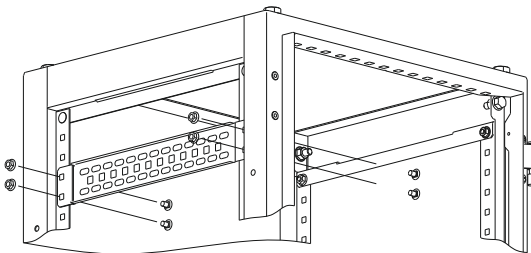

Рисунок 3
3.1 Приложите Рейку боковую с внешней стороны боковой поверхности передней и задней стоек корпуса на нужной высоте. Вставьте по очереди в квадратные отверстия четыре болта М6х10 и закрепите гайками М6 (рисунок 3). Момент затяжки 5 Н·м.